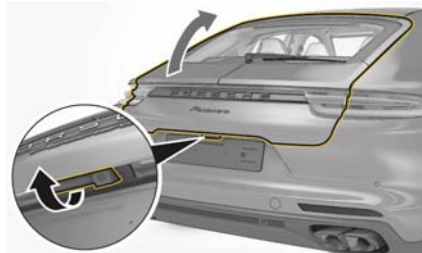

図 176：リヤ・リッドのロック解除ボタン
- ▶ ボタンを押してください (図 176)。
リヤ・リッドのリリース・ボタン (図 176)。